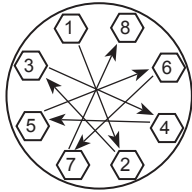

Fig 8.2
- Apriete los tornillos gradualmente siguiendo una secuencia diagonal (fig 8.2).